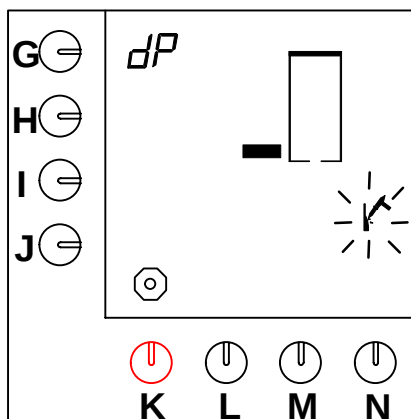

Fig. 24 Första nivå avkalkningsprogram
- Det första nivåblocket visas på displayen och hammarsymbolen blinkar (fig.24).